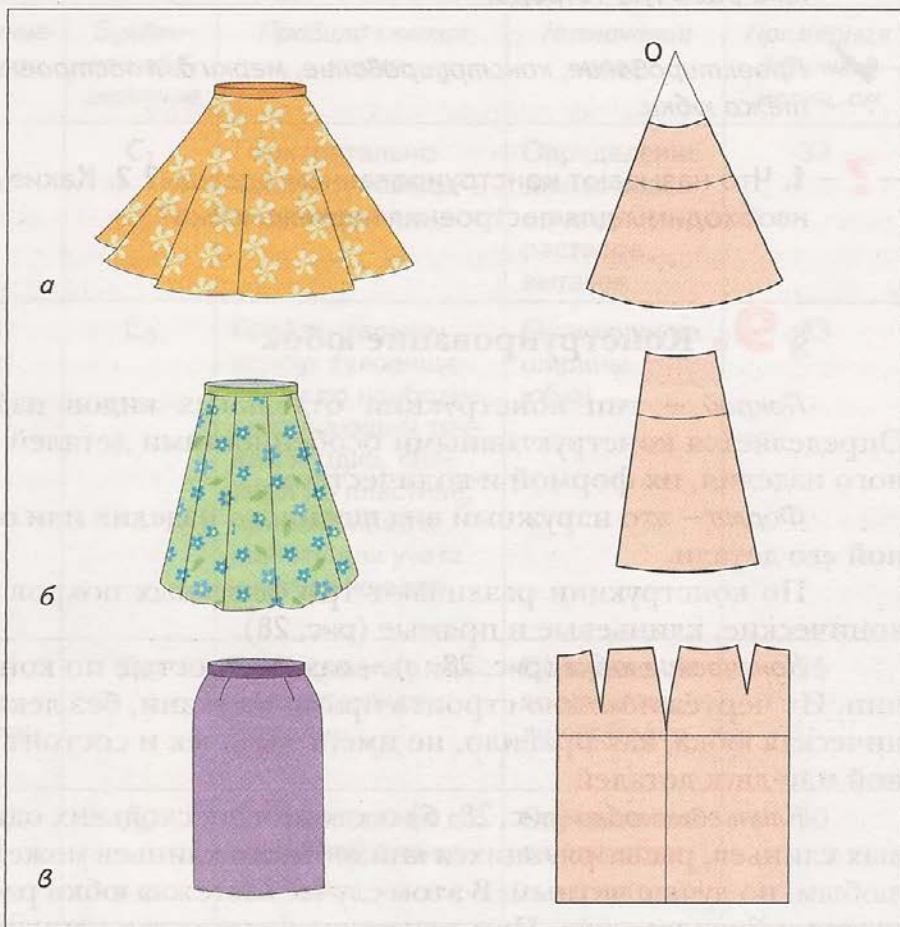

Рис. 28. Внешний вид и чертежи юбок различных конструкций: а — коническая; б — клиньевая; в — прямая
По конструкции различают три основных покроя юбок: конические, клиньевые и прямые (рис. 28).
*Конические юбки* (рис. 28, а) — самые простые по конструкции. Их чертежи можно строить прямо на ткани, без лекал. Коническая юбка, как правило, не имеет вытачек и состоит из одной или двух деталей.
*Клиньевые юбки* (рис. 28, б) состоят из нескольких одинаковых клиньев, расширяющихся книзу. Число клиньев может быть любым, но лучше четным. В этом случае застежка юбки располагается в боковом шве. При нечетном количестве клиньев шов с застежкой находится сзади, посередине спинки. Такая юбка плотно облегает фигуру от талии до бедер. Ниже линии бедер
Прямые юбки (рис. 28, в), как правило, состоят из двух деталей: переднего и заднего полотнищ (заднее полотнище может быть цельнокроеное или со швом посередине), нити основы в которых проходят почти всегда вдоль деталей. Юбка прямого покроя плотно облегает фигуру, хотя при моделировании ее
По конструкции конические юбки могут быть одношовными или двухшовными, в зависимости от ширины используемой ткани и модели. Чертеж конической юбки представляет собой часть круга, в котором линии талии, бедер и низа — это дуги окружностей с общим центром в точке  $O$  (см. рис. 28, а).